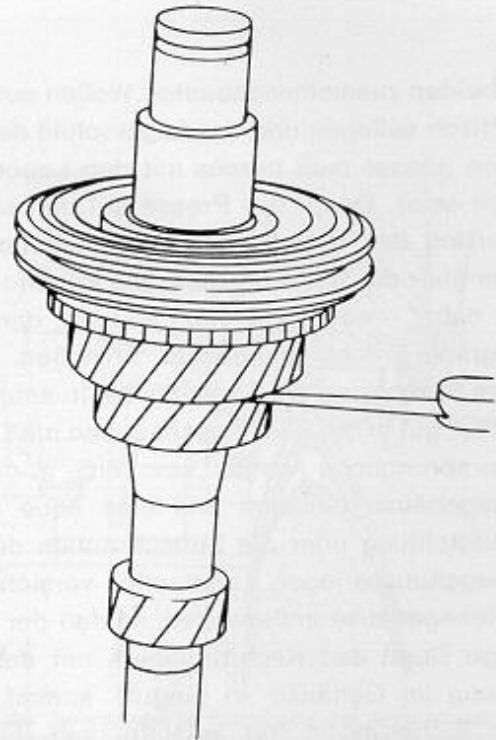

Bild 77
- Beim Aufpressen des Synchronkörpers darauf achten, daß die Rillen im Sperring mit den Schaltriegeln in der Synchronnabe ausgerichtet sind. Nach Aufpressen der Synchronnabe und Einschnappen des Sprengringes eine Fühlerlehre zwischen die Gangräder des 2. und 3. Ganges einsetzen (dem Gangrad auf der Welle und dem aufgeschobenen ersten losen Gangrad) und das Axialspiel, wie in Bild 77 gezeigt, ausmessen. Das Spiel sollte mindestens 0,15 mm betragen. Falls dies nicht der Fall ist, muß der Synchronkörper zurückgepreßt werden, um das Spiel herzustellen.